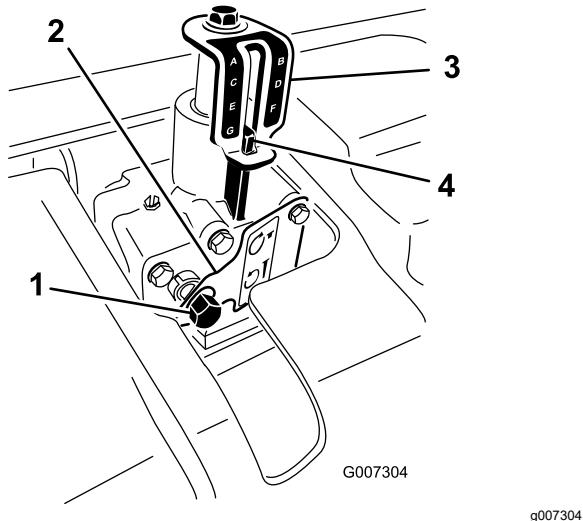

Figure 23
3. Insérez une douille de 9/16 pouce munie d'un rochet sur l'arbre d'entrée du dispositif de réglage de profondeur (Figure 23).
5. Tournez le dispositif de réglage de profondeur dans le sens horaire pour réduire la profondeur d'aération et dans le sens antihoraire pour augmenter la profondeur d'aération. (Figure 23).
6. Tournez l'arbre d'entrée du dispositif de réglage de profondeur jusqu'à obtention de la profondeur voulue, comme montré sur l'autocollant indicateur de profondeur (Figure 23).